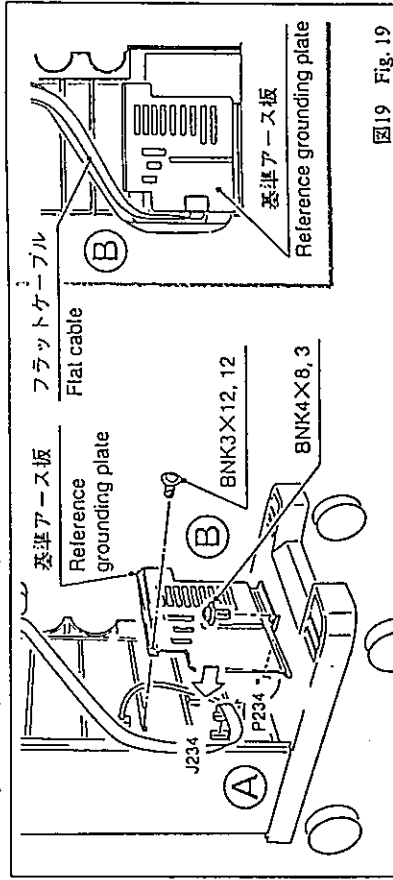
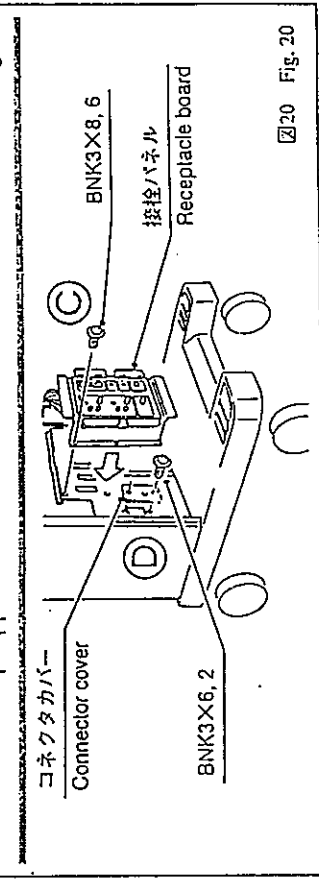

図19 Fig. 19
図20 Fig. 20
- ※ 本体のS/N ~9690040 の装置は、(13) の作業は不要。
- (10) 生体ユニットアンテナ部からのフラットケーブルのコネクタ (P234) を、マザーボードのコネクタ (J234) に接続する。(図19㉔)
- (11) 基準アース板を、(10) で接続したフラットケーブルの引き回しに注意して、ねじ5本で取り付ける。(図19㉔)
- (12) 接続パネルを、裏側のコネクタを合わせてマザーボードに取り付け、ねじ6本で基準アース板に固定する。(図20㉔)
- (13) コネクタカバーを、(10) で接続したフラットケーブルの引き回しに注意して、ねじ2本で基準アース板に取り付ける。(図19㉔、図20㉔)
- ※ Operation (13) is not required for equipment bodies serially numbered up to 9690040.
- ※ Operations (11) and (12) are not required for equipment bodies serially numbered 9690041 and up.
- (10) Plug connector (P234) of flat cable, which comes out of physio unit amplifier, in receptacle (J234) on motherboard. (㉔ in Fig. 19)
- (11) Use 15 screws to install reference grounding plate while paying attention to in-position layout of flat cable plugged in as referred to in (10) above. (㉔ in Fig. 19)
- (12) Attach connector panel to motherboard, with connectors on the back matched. Then, use 6 screws to secure connector panel onto reference grounding plate. (㉔ in Fig. 20)
- (13) Use 2 screws to install connector panel on reference grounding plate while paying attention to in-position layout of flat cable plugged in as referred to in (8) above. (㉔ in Fig. 19, ㉔ in Fig. 20)